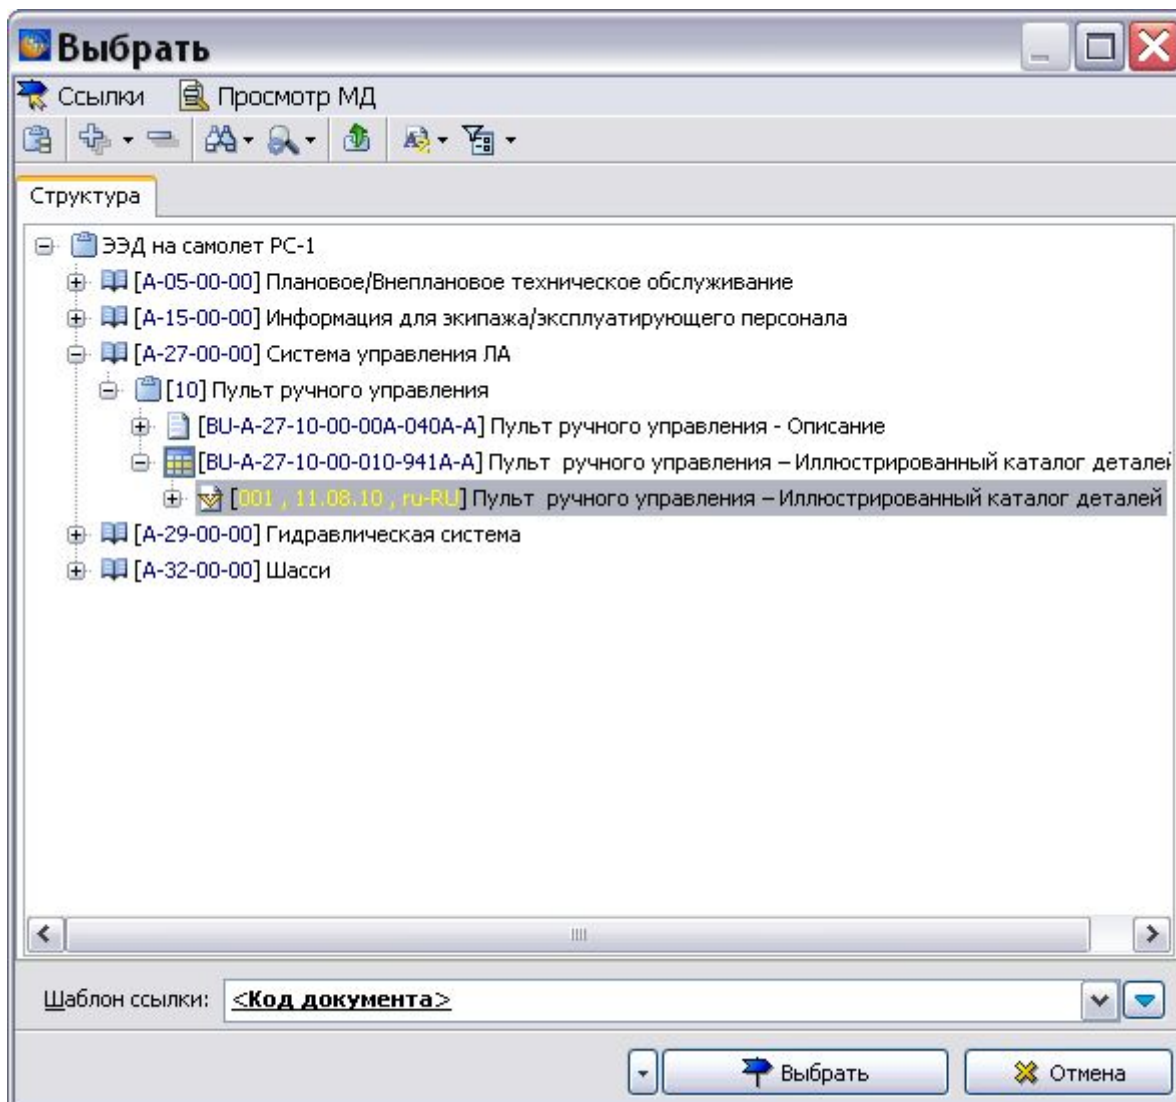

Рис. 8.237
- **Замена найденного текста на ссылку.** Для этого выделите строку (строки) в таблице результатов и нажмите на кнопку **Заменить**. В окне **Выбрать** укажите версию МД (Рис. 8.237).